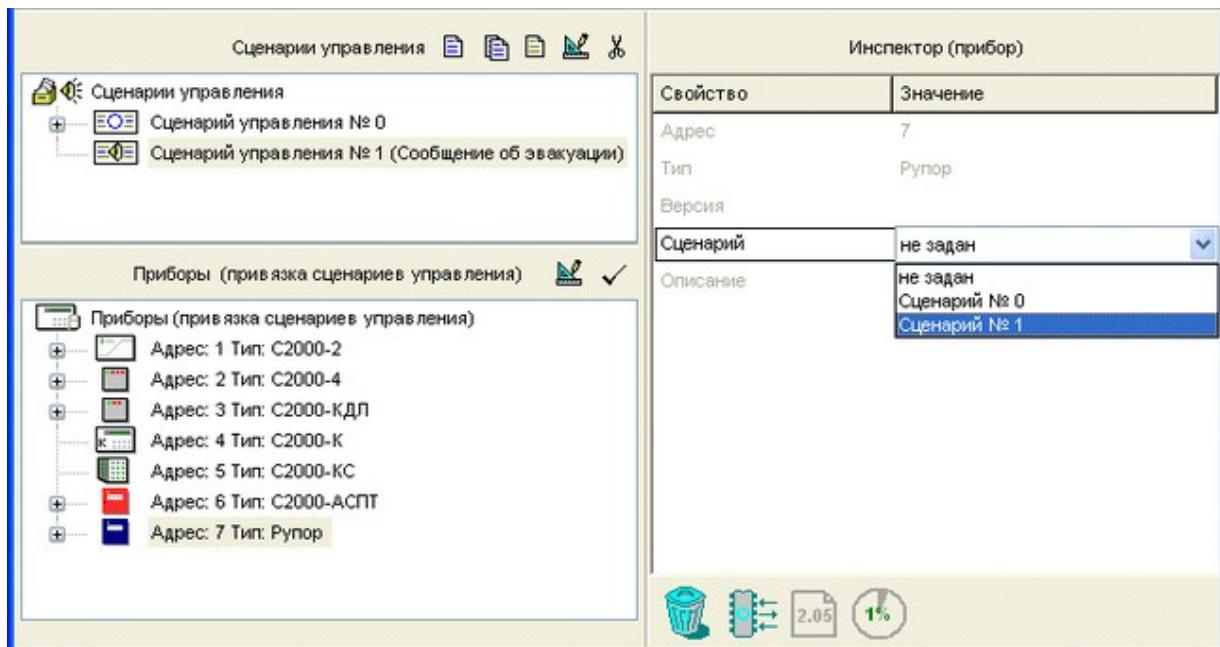

Рисунок 46
•Привязать создаваемый сценарий управления к нужному прибору речевого оповещения: Рупор, Рупор исп.01, Рупор исп.02, Рупор исп.03, Рупор-200, Рупор-300. Для этого следует в окне сценариев управления отметить нужный сценарий управления, затем в нижнем окне выбрать нужный прибор и либо нажать кнопку в панели окна привязки, либо выбрать нужное значение параметра «Сценарий» в окне «Инспектор» (см. Рисунок 46). К одному прибору «Рупор» можно привязать только один сценарий голосового оповещения, в то время как один и тот же сценарий можно привязать к нескольким приборам «Рупор», которые в этом случае будут управляться синхронно, как одно целое.